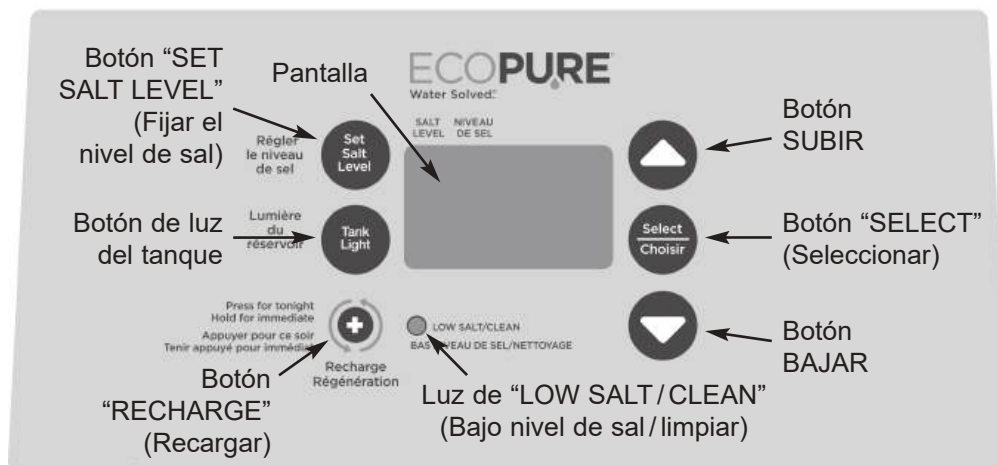

FIG. 16
5. Inicie un ciclo de regeneración; para ello mantenga oprimido por 3 segundos el botón RECHARGE (Recargar) (vea la Fig. 16 en la página 13). Comenzará a funcionar el motor de la válvula y esta avanzará a la posición "Fill" (llenado).